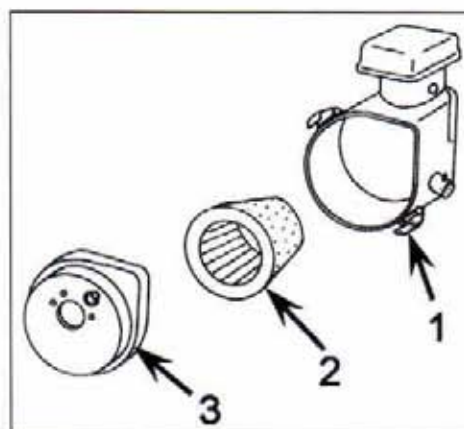

Figure 17
- Déposez le boîtier du filtre à air, en enlevant les deux clips (figure 17, repère 1). Sortez la cartouche filtrante (figure 17, repère 2), nettoyez là à l'air comprimé dans le sens inverse du passage de l'air. Echangez la si elle est trop encrassée.
- Nettoyez la mousse (figure 17, repère 2) avec un produit spécial pour filtre à air en mousse. Graissez-la en l'imbibant d'huile moteur. Pressez le surplus d'huile en excédent.